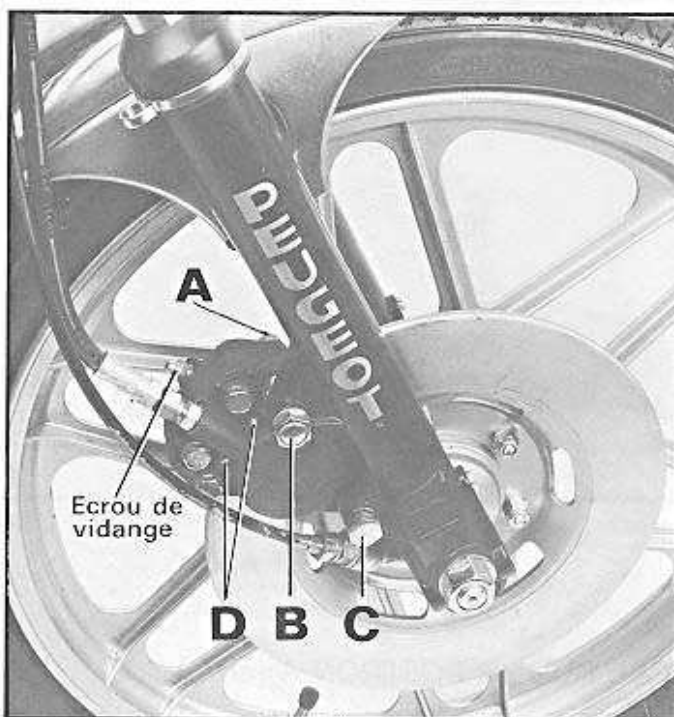

Fig. 89
- Retirer le capuchon caoutchouc, puis dévisser d'un demi-tour l'écrou de vidange (figure 89).
- Dévisser l'écrou (A) et retirer la vis (B) (fig. 89).
- Dévisser et retirer la vis (C) (fig. 89).
- Sortir les deux goupilles (D) (figure 89) après en avoir refermé l'extrémité.